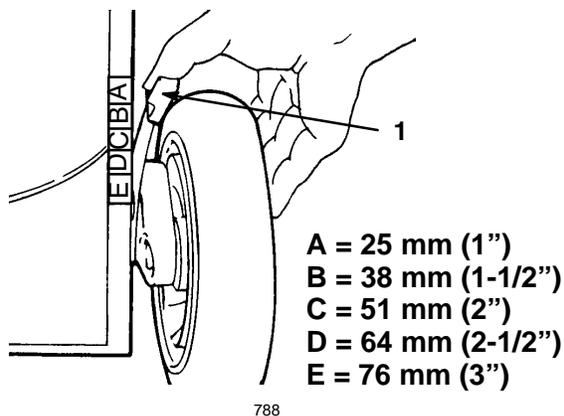

Figure 13
3. Serrer le levier de hauteur de coupe contre la roue et l'amener sur la lettre appropriée du carter de tondeuse (Fig. 13).